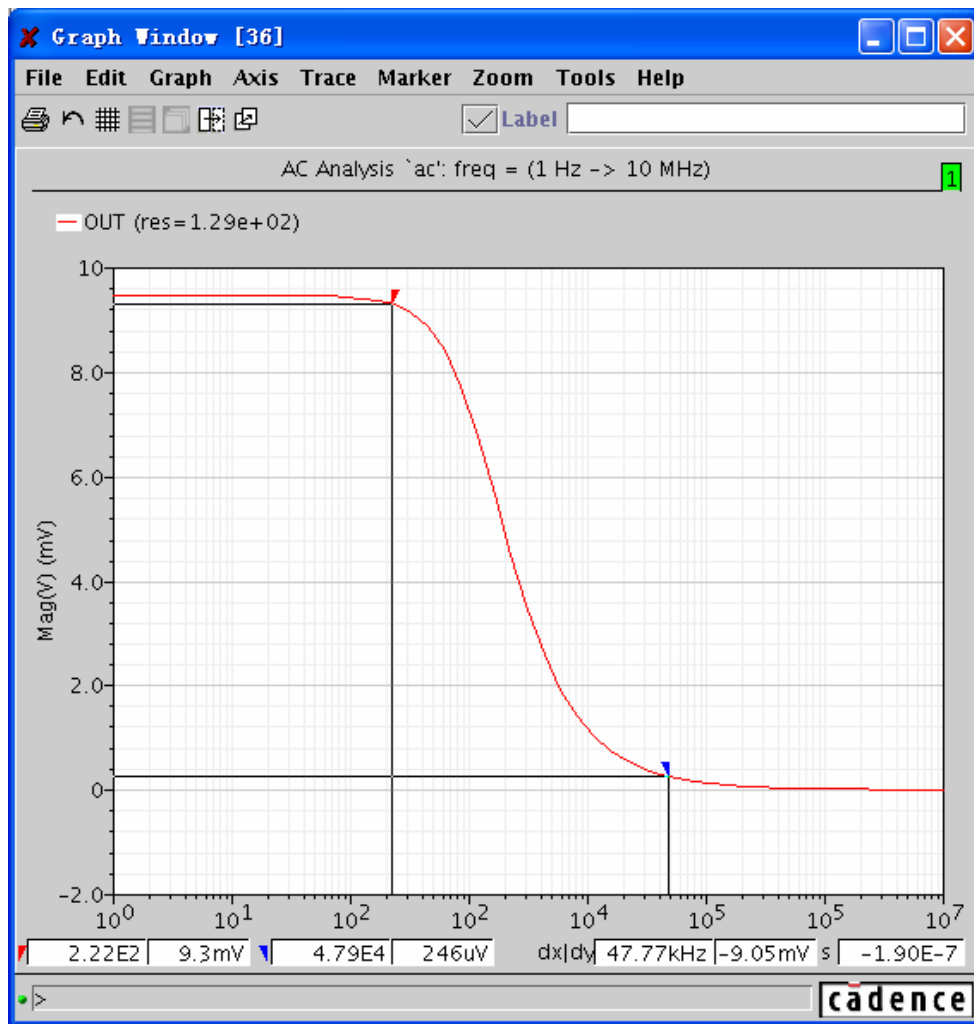

图 12.27 选择 “Trace” → “Delta Cursor” 开启差值光标
差值光标由一个红色和一个蓝色的可以移动的三角形光标构成。同时这两光标各自包含一条从光标出发和 Y 轴相交的水平线，和一条从光标出发和 X 轴相交的垂直线。可以通过点击和拖拽三角形可以使差值光标沿着波形移动。光标对应的 X/Y 坐标显示在图表的左下角，它们的 X/Y 坐标的差值和斜率显示在右下角，如图 12.27 所示
- 选择 “Trace” → “Delta Cursor”，开启差值光标，如图 12.27 所示